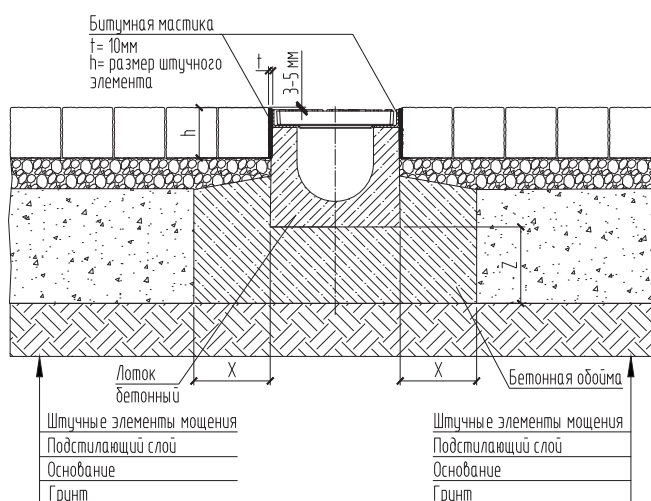

Рис. 12 – Пример упрощенной схемы обоймы бетонного лотка для классов нагрузки от А15 до В125 с прилегающим штучным элементом мощения.
- для зон классом нагрузки A15-B125 – возможно упрощенная схема бетонной обоймы (не на всю высоту стенок лотка), учитывая размеры примыкающего покрытия, см. рис. 12;